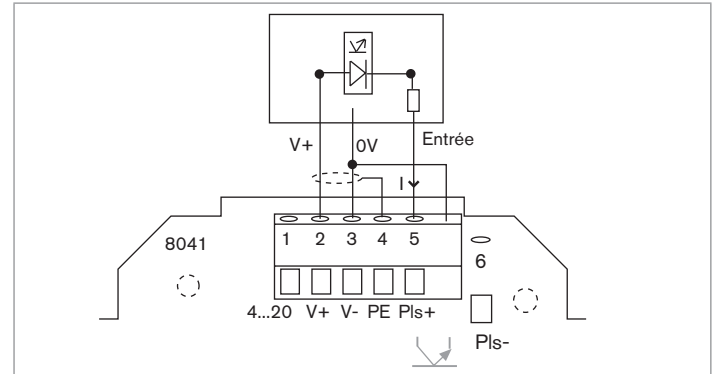

Fig. 19 : Raccordement de la sortie fréquence en mode NPN à un automate programmable
- à un automate programmable en mode PNP ou en mode NPN (voir Fig. 19) ;